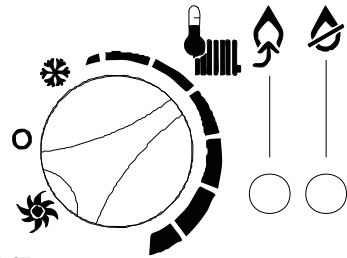

Fig. 5.47
- El mando 10 se debe colocar como se indica en la Fig. 5.47 para respetar la progresión de la temperatura de impulsión de la instalación con respecto al Coeficiente K configurado.